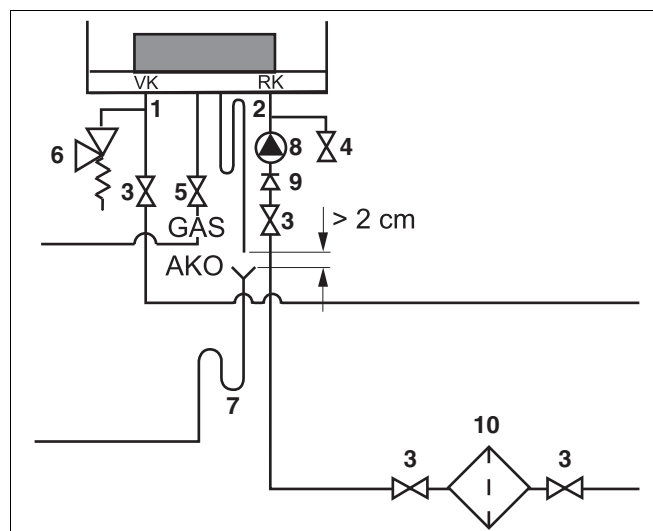

Fig. 16 Tilslutning
- Installér en 4-bar-sikkerhedsventil (fig. 16, pos. 6) med minimum gennemløb på 1" i fremløbsledningen. Sørg for, at sikkerhedsventilen altid tilsluttes mellem kedlen og vedligeholdelseshanen. Derved står kedlen i forbindelse med sikkerhedsventilen, selv om vedligeholdelseshanerne er lukkede.
- Montér pumpen (fig. 16, pos. 8) i returledningen (fig. 16, pos. 2).